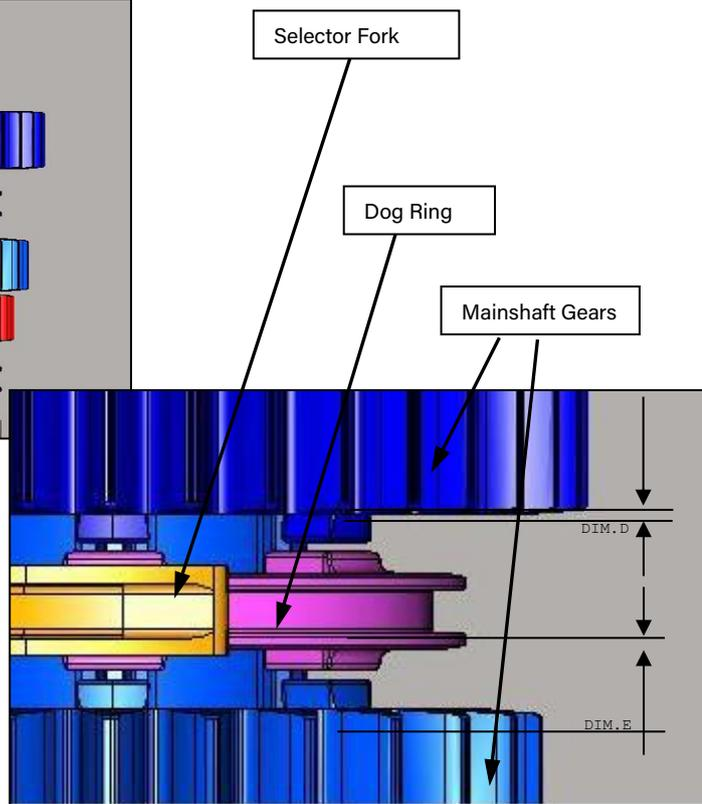

Bild 8
- Die Lage der einzelnen Schaltgabeln prüfen (siehe Bild 8).